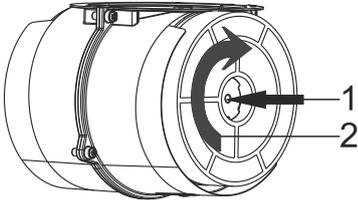

Fig. 6: FILTRE À CHARBON
- 1-Placez le filtre à charbon dans son emplacement.Fig. 6
- 2-Tournez le filtre de carbone dans le sens horaire et assurez-vous qu'il est complètement fixé.Fig. 6